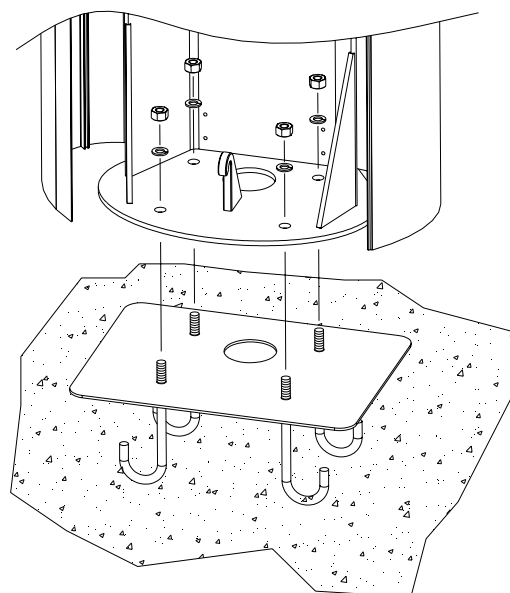

Рис. 4
- Открыть створки, Установить шлагбаум на основу при совпадении отверстий с резьбовыми распорками и зафиксировать, завинтив гайки М10 (Рис.4)